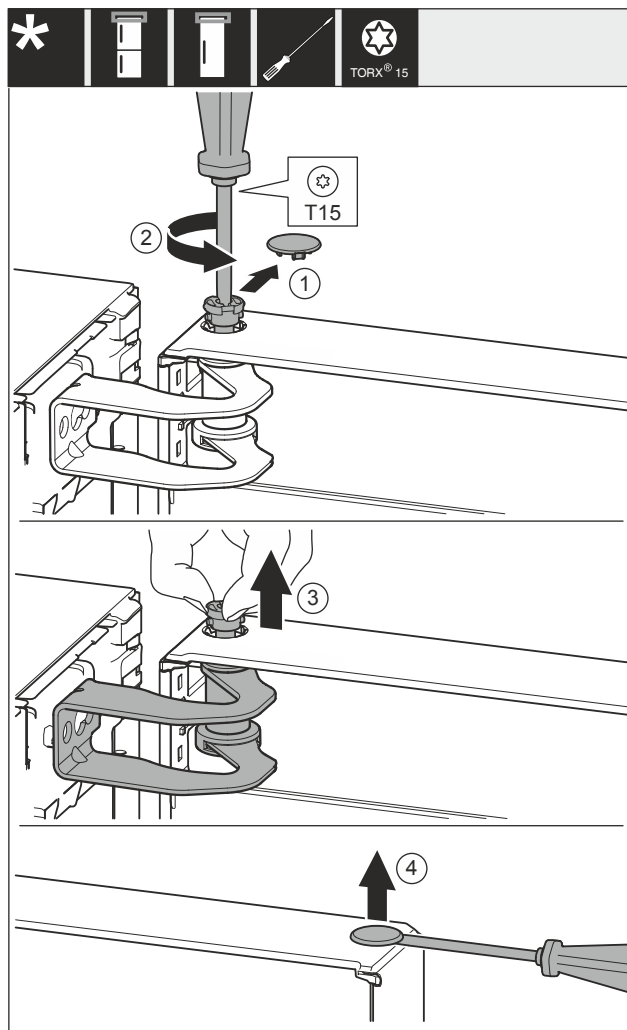

Fig. 10
- Hiqni me kujdes kapakun mbulues Fig. 10 (1).
- Lironi paksa bulonin Fig. 10 (2) me një kaçavidë.
- Nxirrni jashtë bulonat Fig. 10 (3) me gishta.
- Ngrini me kujdes kapakun mbulues Fig. 10 (4) me një kaçavidë dhe hiqeni.